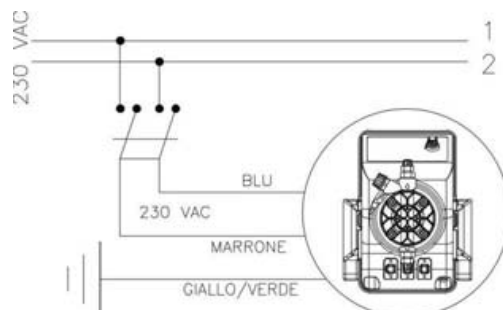

Fig. 4
1. **Assicurarsi che la stessa sia disattivata elettricamente (entrambe le polarità) staccando i conduttori dai punti di contatto della rete attraverso l'apertura dell'interruttore onnipolare con distanza minima tra i contatti di mm 3 (Fig. 4).**
1. Assicurarsi che la stessa sia disattivata elettricamente (entrambe le polarità) staccando i conduttori dai punti di contatto della rete attraverso l'apertura dell'interruttore onnipolare con distanza minima tra i contatti di mm 3 (Fig. 4).
- b.- Rispettare le norme in vigore nei diversi paesi per quanto riguarda l'installazione elettrica (Fig. 4).